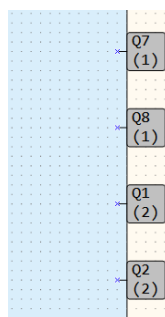

Рисунок 7.3 – Настройка входов ПРМ
После добавления модуля на холсте появятся дополнительные выходы Q1... Q16. В скобках указывается номер позиции установленного модуля. Для примера на рисунок 7.3 входы Q7(1) и Q8(1) относятся к модулю, установленному в первой позиции, выходы Q1(2) и Q2(2) относятся к модулю, установленному во второй позиции.